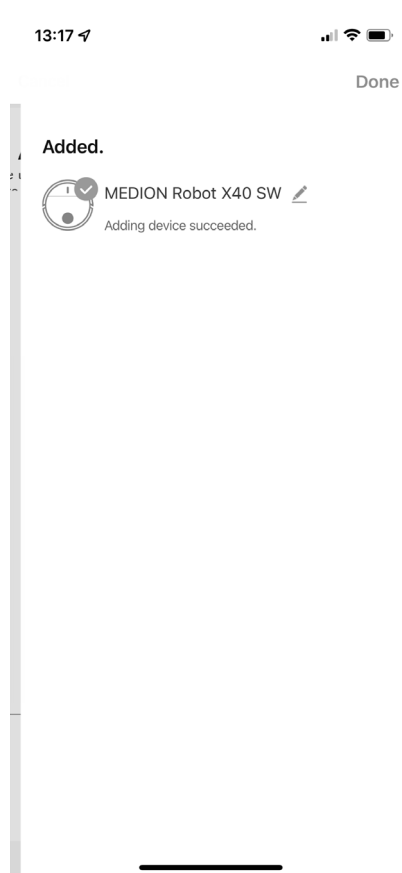

Fig. 10
- ▶ Ahora también tiene la posibilidad de cambiar el nombre de su robot aspirador. A continuación, puede seleccionar el aparato en la lista de aparatos (**fig. 10**).